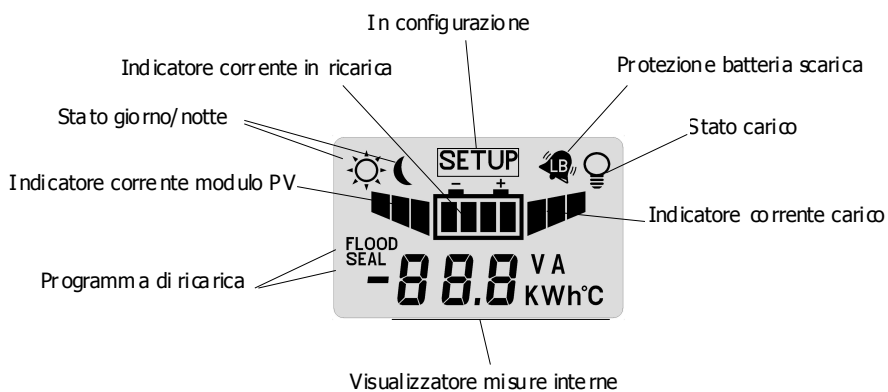

Fig. 3 Display
Appena realizzati i collegamenti come in fig. 3 è necessario procedere al collaudo del sistema.
- 2) **Attesa (~30 sec.) fino a che sul display scompaia l'animazione dentro l'icona di batteria (fig. 3 - indicatore corrente di ricarica)**